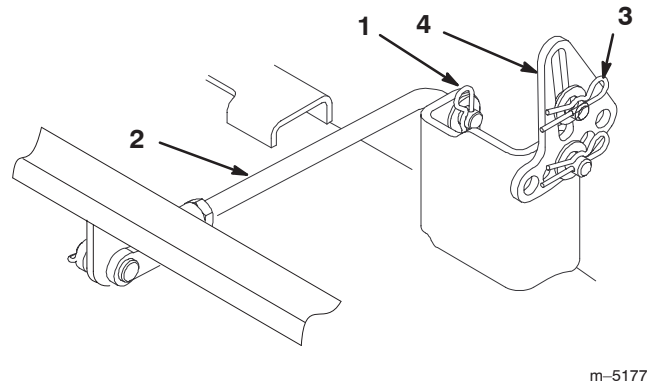

Figure 45
4. Retirez la goupille fendue et la rondelle du tourillon arrière (Fig. 45) de chaque côté du plateau de coupe.
5. Enlevez la goupille fendue et la rondelle des pattes de mise à niveau (Fig. 45) de chaque côté du plateau de coupe. Notez dans quel trou la patte de mise à niveau est montée, en prévision de la repose. Dégagez les pattes de l'axe de montage.
4. Fixez le tourillon arrière à la machine à l'aide de la rondelle et de la goupille fendue (Fig. 45) de chaque côté du plateau de coupe.
5. Glissez les pattes de mise à niveau sur les axes de montage et fixez-les à l'aide des rondelles et des goupilles fendues (Fig. 45).